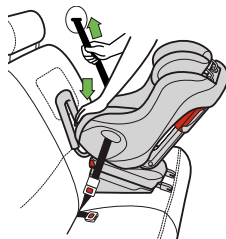

Figura 32
- Presione el centro del asiento de seguridad para oprimir el cojín del vehículo y soltar la porción de hombro del cinturón de regazo y hombro a fin de apretarlo, como se ilustra en la **figura 32**.
- Presione el centro del asiento de seguridad para oprimir el cojín del vehículo y soltar la porción de hombro del cinturón de regazo y hombro a fin de apretarlo, como se ilustra en la **figura 32**., introduciendo la cincha sobrante del cinturón en el retractor.